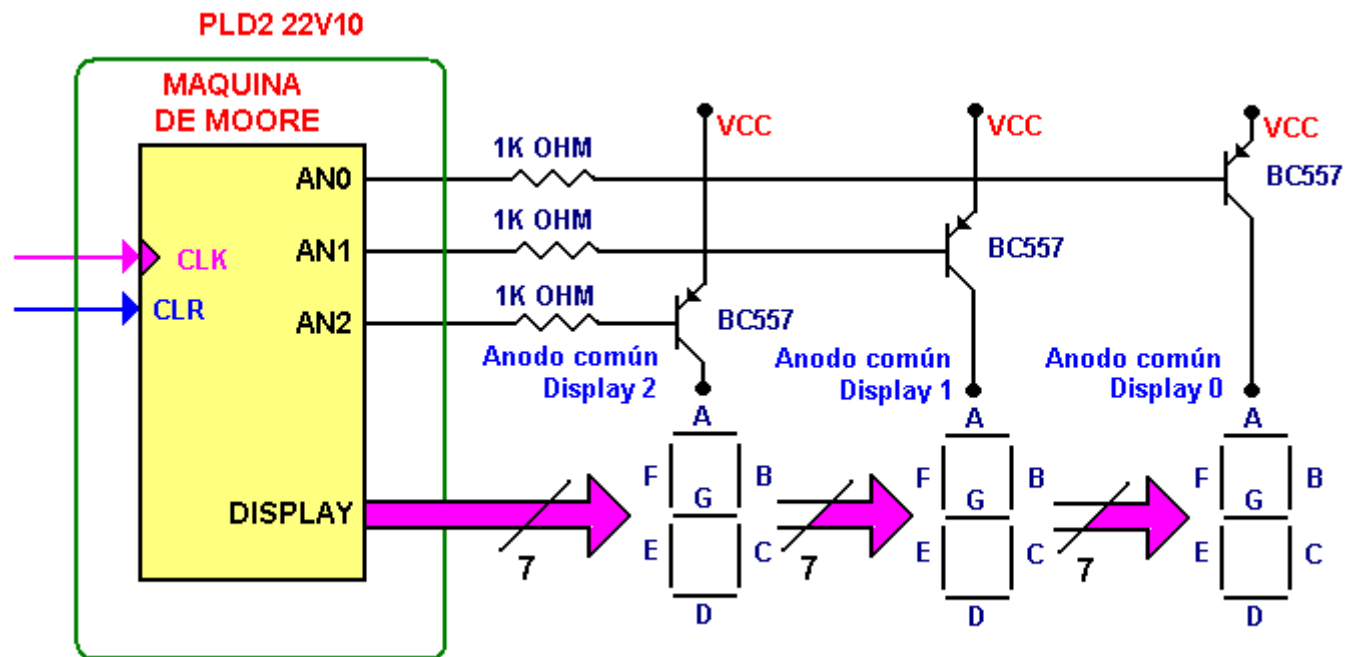

Ilustración 2 Microarquitectura del diseño a realizar.
2. Realizar un programa en HDL que permita implementar las ecuaciones obtenidas del diseño y la microarquitectura que se muestra en la ilustración 2.